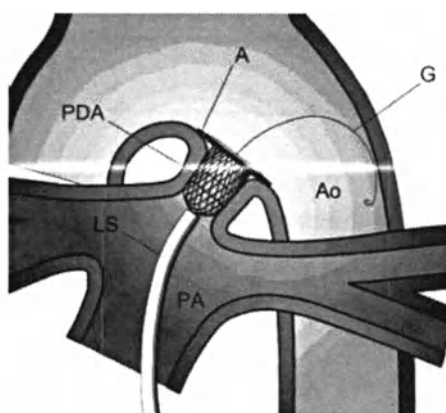

Рис. 18
- Удерживайте проталкивающий кабель и одновременно медленно извлекайте трубку. В данный момент вы можете видеть финальную конфигурацию Nit-Occlud® PDA-R (A). Рис. 18.